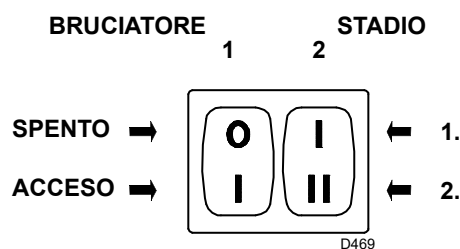
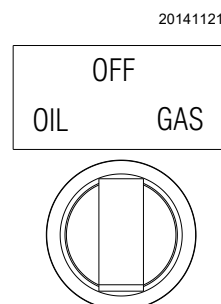

Fig. 33
Fig. 34
Mantenere il bruciatore funzionante in 1° stadio mettendo l'interruttore 2)(Fig. 33) in posizione 1° stadio. La regolazione della serranda del ventilatore si ottiene agendo sulla leva arancio del servomotore ("Regolazione servomotore" a pag. 33).
Mettere l'interruttore 2)(Fig. 33) in posizione 2° stadio. La regolazione della serranda del ventilatore si ottiene agendo sulla leva rossa del servomotore, (vedi "Regolazione servomotore" a pag. 33).
Avviare il bruciatore chiudendo i telecomandi, con l'interruttore 1)(Fig. 33) in posizione "ACCESO" e con il selettore combustibile in posizione "OIL" (Fig. 34).
Quando il gasolio fuoriesce dalla vite 3)(Fig. 23 a pag. 24) la pompa è innescata. Fermare il bruciatore: interruttore 1)(Fig. 33) in posizione "SPENTO" ed avvitare la vite 3).
- l'interruttore 1)(Fig. 33 a pag. 30) in posizione **"BRUCIATORE ACCESO"**;
- l'interruttore 2)(Fig. 33 a pag. 30) in posizione **"1° STADIO"**;
Mettere l'interruttore 2)(Fig. 33) in posizione 2° stadio: il servomotore aprirà la serranda aria sul valore precedentemente regolato per il gasolio e comanderà l'apertura della valvola gas di 2° stadio VR2.
Mettere l'interruttore 2)(Fig. 33) in posizione 1° stadio: il servomotore chiuderà la serranda aria sul valore precedentemente regolato per il gasolio e comanderà l'apertura della valvola gas di 1° stadio VR1.